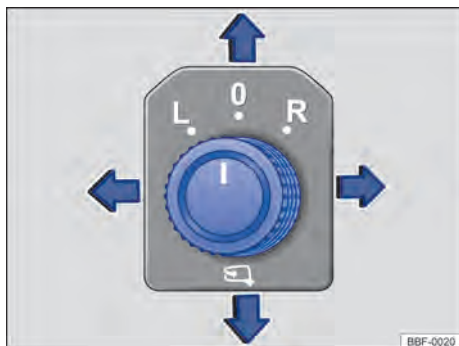

Fig. 84 Na porta do condutor: botão rotativo de ajuste dos espelhos retrovisores externos elétricos.
- Girar o botão rotativo na porta do condutor até o símbolo desejado → Fig. 84.